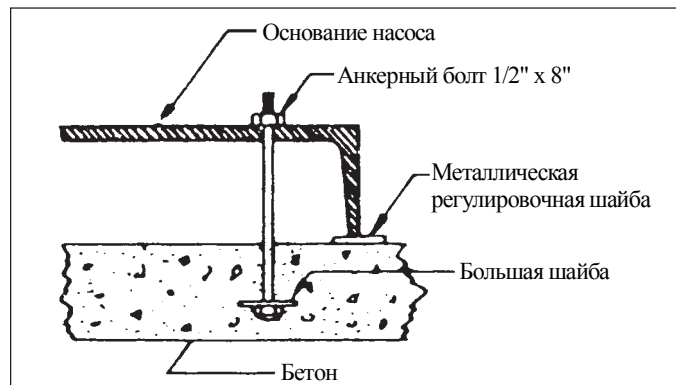

Рис. 1: Схема бетонного фундамента
- Важным является основание насоса. Основание должно быть прочным, выровненным и, предпочтительно, выполненным из бетона. Необходимо выполнять требования, показанные на рис. 1.